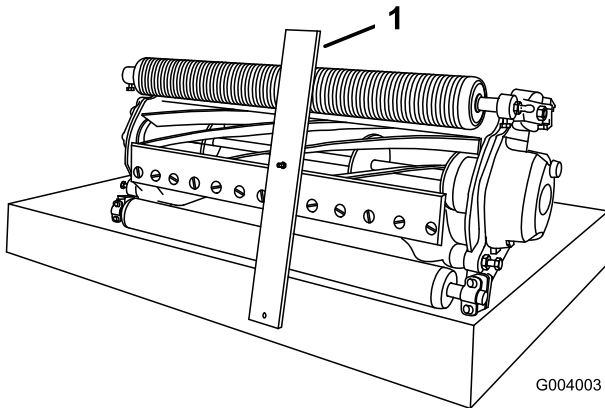

Рисунок 16
2. Зацепите головку болта измерительной планки регулировки высоты скашивания за правую сторону режущей кромки неподвижного ножа и приложите задний конец планки к задней части валика (Рисунок 16).